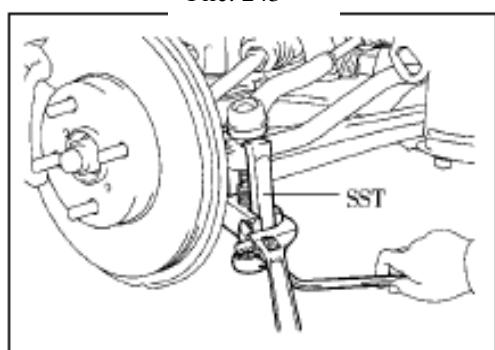

Рис. 244
- (1) Снимите шплинт и стопорную гайку желобкового типа
- (2) Снимите шпильку с шаровым наконечником из конического отверстия поворотного кулака(рис. 244)